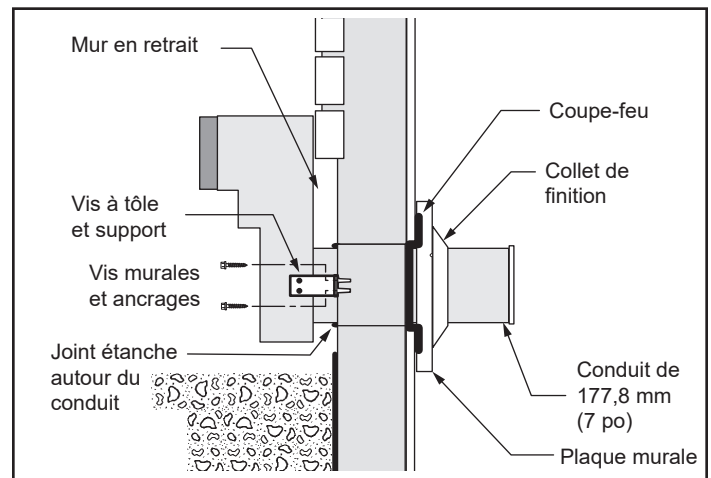
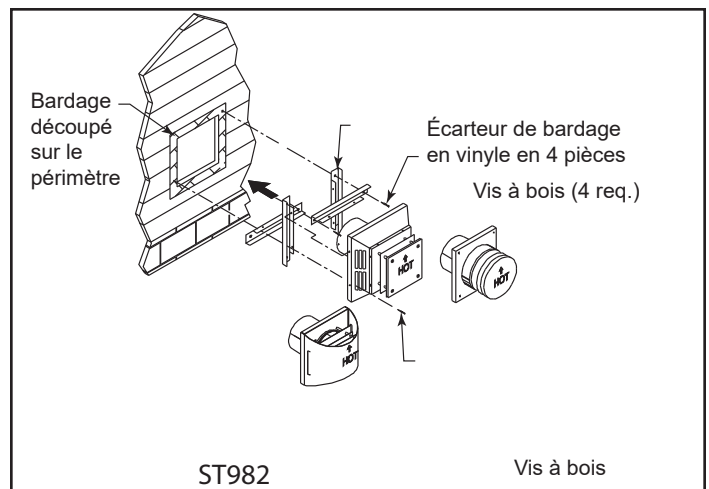

Figure 3.14 – Utilisation de supports de rallonge pour installer le schnorkel contre un mur en retrait
Figure 3.29
2. Creusez le sol jusqu'à une profondeur d'environ 406 mm (16 po) sous la base du schnorkel. Installez un encadrement de soupirail (non compris). Remplissez ensuite le trou d'une couche de 305 mm (12 po) de gravier grossier en prenant soin de prévoir un dégagement d'au moins 102 mm (4 po) sous le schnorkel (figure 3.14).
7. Si les fondations se trouvent en retrait, servez-vous de supports de rallonge (non compris) pour monter la partie inférieure du schnorkel. Installez d'abord les supports au mur, puis fixez-les au schnorkel au moyen de vis à tôle autotaraudeuses n° 8 x 1/2 po. Faites sortir le conduit de ventilation aussi loin que la face saillante du mur (figure 3.14).
vinyle empêchent un chauffage excessif qui pourrait faire fondre le vinyle. Ces écarteurs ne sont pas nécessaires lorsque des schnorkels sont utilisés. Dans le cas des installations sur des bardages en vinyle, un écarteur de bardage en vinyle de 4 pièces doit être assemblé et installé entre le chapeau de la sortie murale et le bardage du mur extérieur (figure 3.29). Le vinyle doit être coupé de façon à former un trou plus grand que les bords extérieurs de l'écarteur assemblé.
**IMPORTANT :** Vous devez assembler les quatre (4) pièces constituant l'écarteur de bardage en vinyle sur le chapeau de la sortie horizontale dans un ordre bien précis afin de prévenir toute infiltration d'eau. Assemblez sans serrer les quatre pièces, dans l'ordre, autour de la base du chapeau de la sortie horizontale. Placez la première des quatre pièces le long du bord supérieur du chapeau, puis, à l'aide de deux (2) vis par côté, fixez chaque pièce dans les trous prépercés des deux côtés du chapeau, puis fixez la dernière pièce au bord inférieur du chapeau. Serrez toutes les vis et installez le chapeau, avec les quatre (4) pièces attachées, directement sur le mur, à l'aide des quatre (4) vis de 64 mm (2-1/2 po) fournies (figure 3.29).
3. Lorsque vous traversez un mur de stuc, installez un contre-solin. Le contre-solin permet au stuc ou aux autres matériaux d'être finis directement sur les côtés du chapeau de sortie. Fixez d'abord les contre-solins à la base du chapeau de sortie horizontale à l'aide des petites vis fournies, puis montez le tout sur le mur à l'aide des quatre (4) vis à bois fournies de 64 mm (2-1/2 po).
**Étape 4** – Avant de raccorder vos sections de conduit horizontales au chapeau de sortie horizontale, faites glisser le manchon d'emboîtement mural sur la section de conduit la plus proche du côté intérieur du mur (figure 3.14).